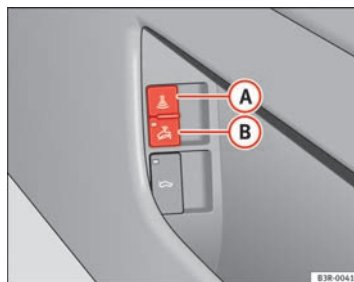

Fig. 79 Interruptor de la vigilancia del habitáculo
- Abra la puerta y tire del interruptor con el símbolo a un lado del compartimento portaobjetos de la puerta del conductor ⇒ fig. 79.
- Abra la puerta y tire del interruptor **(B)** con el símbolo  a un lado del compartimento portaobjetos de la puerta del conductor → fig. 79.